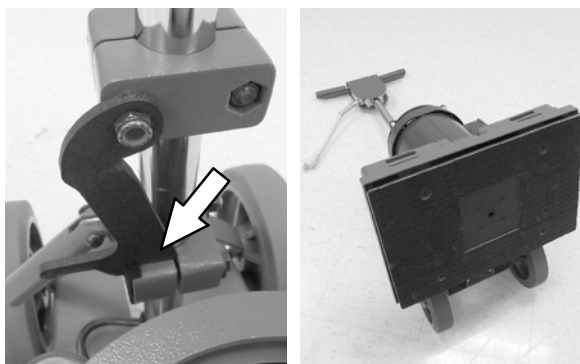

FIG. 1
1. Mettez le levier du verrou de la poignée de transport dans la position verrouillée et abaissez avec précaution la poignée jusqu'au plancher (Figure 1).